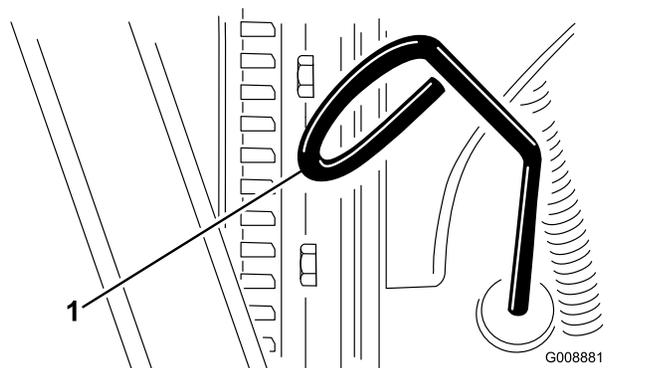

Figura 28
2. Retire a vareta (Figura 28) e limpe-a com um pano limpo.